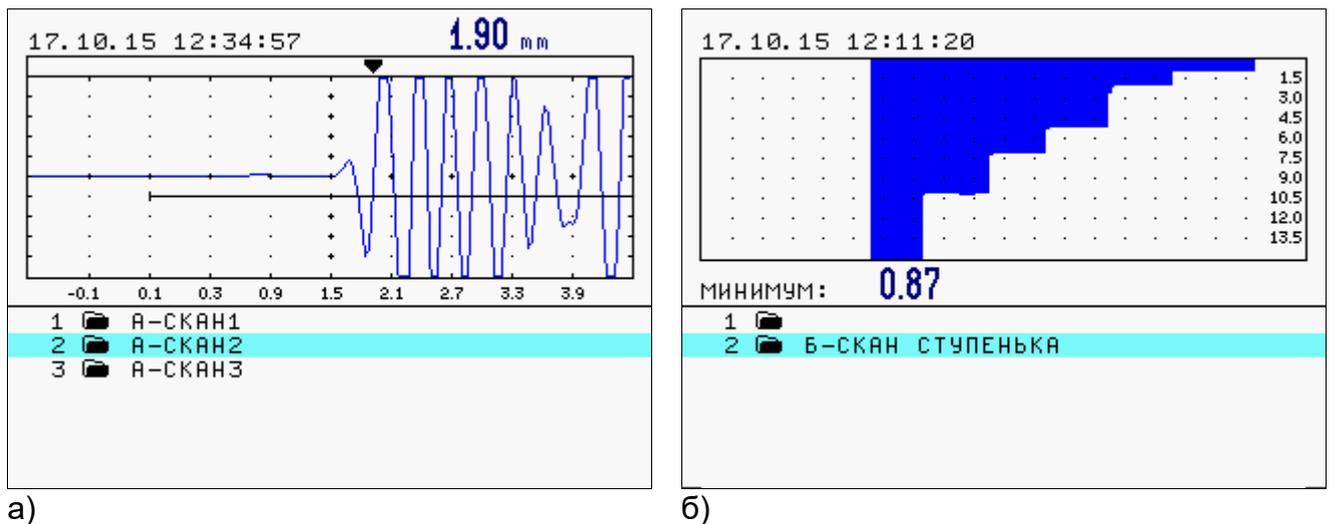

Рис.8.2 Просмотр результатов на экране толщиномера
**Шаг 3.** Общий вид окон в режиме просмотра результатов А- и Б- сканов показан на рис. 8.2